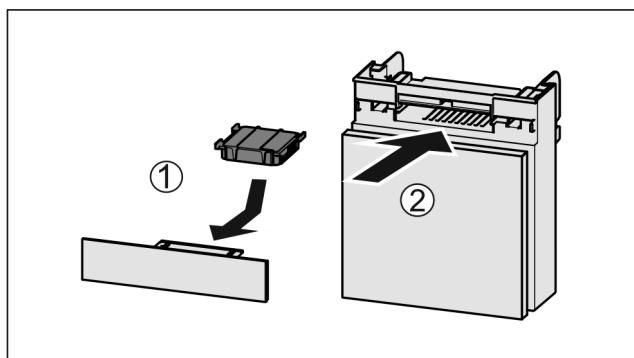

Fig. 160
- ▶ Sätt in Fig. 160 (1) aktivtkolfiltret enligt bilden.
- ▶ Skjut in Fig. 160 (2) lådan.